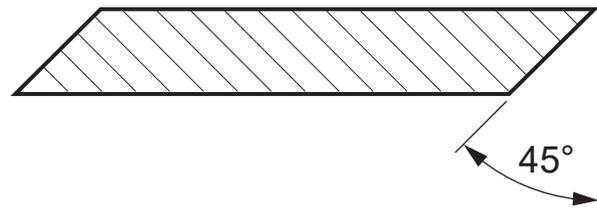

Fig. 45 – Affûter les couteaux du rotor à un angle de 45°
5. Utilisez une meuleuse pour affûter le tranchant du couteau du rotor. Aiguissez le tranchant à un angle de 45 degrés. Voir Fig. 45.